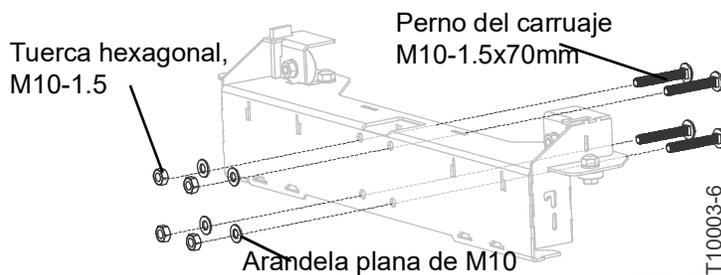

FIG. 3-8
2. Coloque las arandelas y tuercas sin apretarlas en los pernos de carruaje M10-1,5x70. (Vea FIG. 3-8)